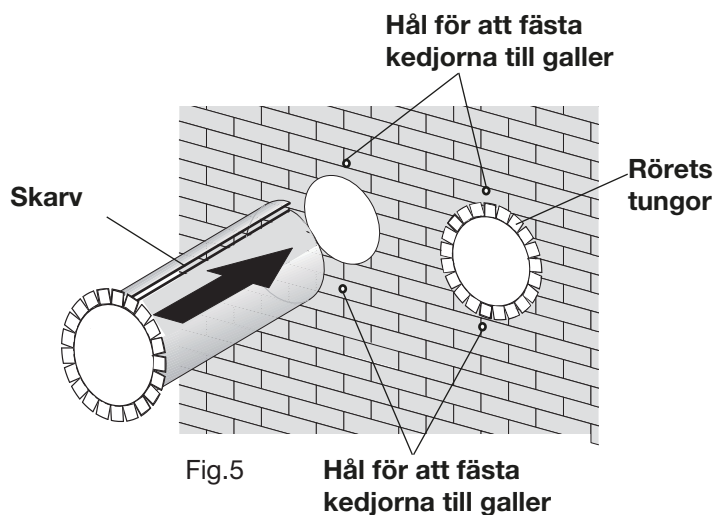

Fig.5
- För in de två plaströren i hålen, och notera så att skarven (Fig. 5), alltid kommer uppåt.